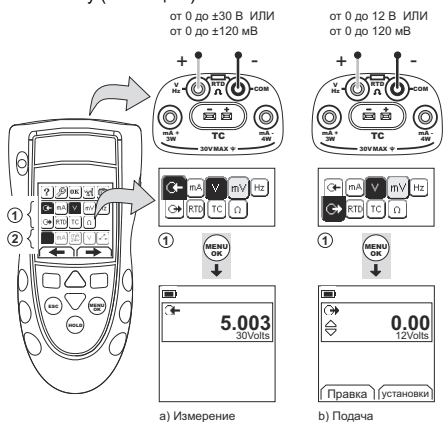
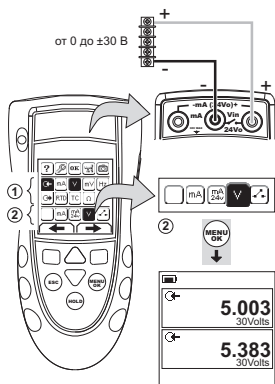

Рисунок 4: Пример конфигурации - Для измерения/поддачи вольт или мВ (Область ①)
Рисунок 5: Пример конфигурации - Для измерения вольт (Измерение/генерация, область ②)
1. Подключите прибор (Рисунок 4 и Рисунок 5) и, при необходимости, отрегулируйте Настройка (Таблица 1).